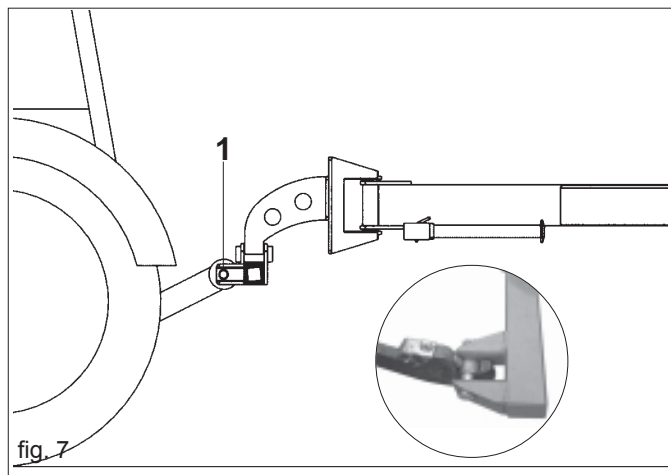

fig. 7
- 1) Agganciare le barre del sollevatore sui perni predisposti (1 Fig. 7). Bloccare con le copiglie a scatto.
- 3) Sganciare il primo e secondo punto (Fig. 7).